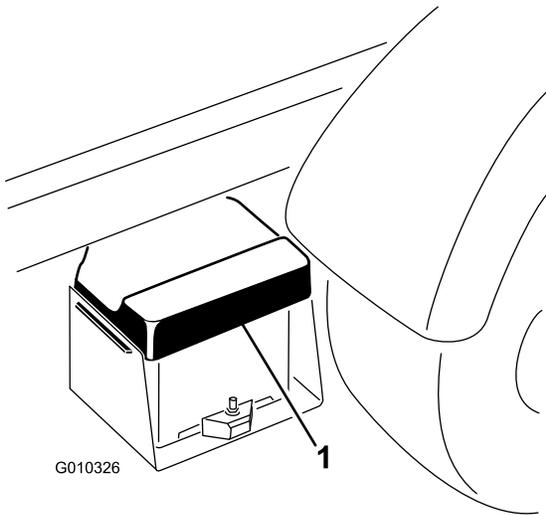

Figure 5
- Appuyez sur le couvercle de la batterie pour dégager les pattes de la base de la batterie (Figure 5).
2. Enlevez le couvercle de la base de la batterie (Figure 5).
6. Alinez le couvercle de la batterie sur la base de la batterie (Figure 5).
7. Serrez le couvercle de la batterie, alignez les pattes sur la base de la batterie, et relâchez le couvercle de la batterie (Figure 5).